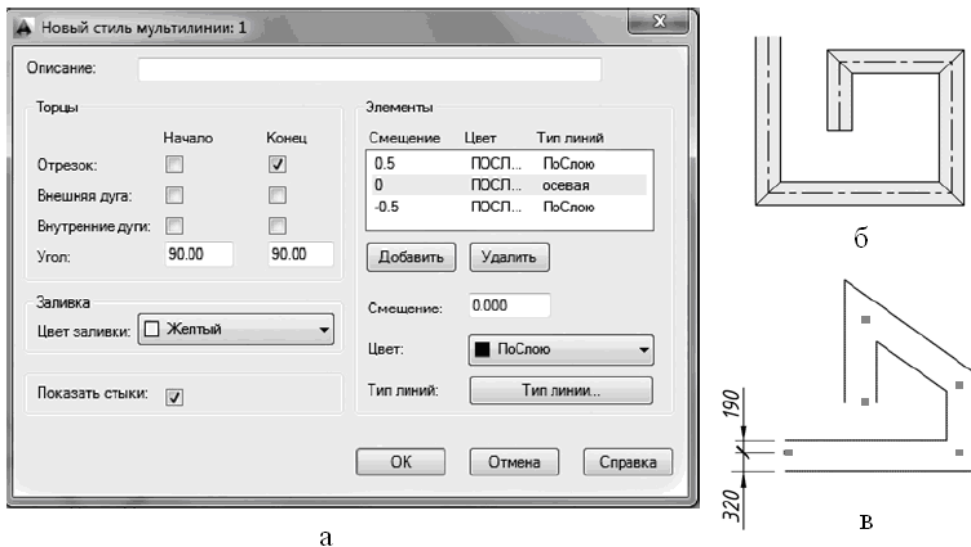

Рис. 1.25. Вікно налаштування стилів (а); приклад стилю (б); стиль «Несуча стіна» (в)
Створимо новий стиль на основі стилю STANDARD (рис. 1.25, а, б):
Продолжить – відкрилося вікно параметрів нового стилю (рис. 1.25, а).
Змінимо параметри нового стилю (рис. 1.25, а):
– **Млиния** / побудуйте лінію новим стилем (рис. 1.25, б).